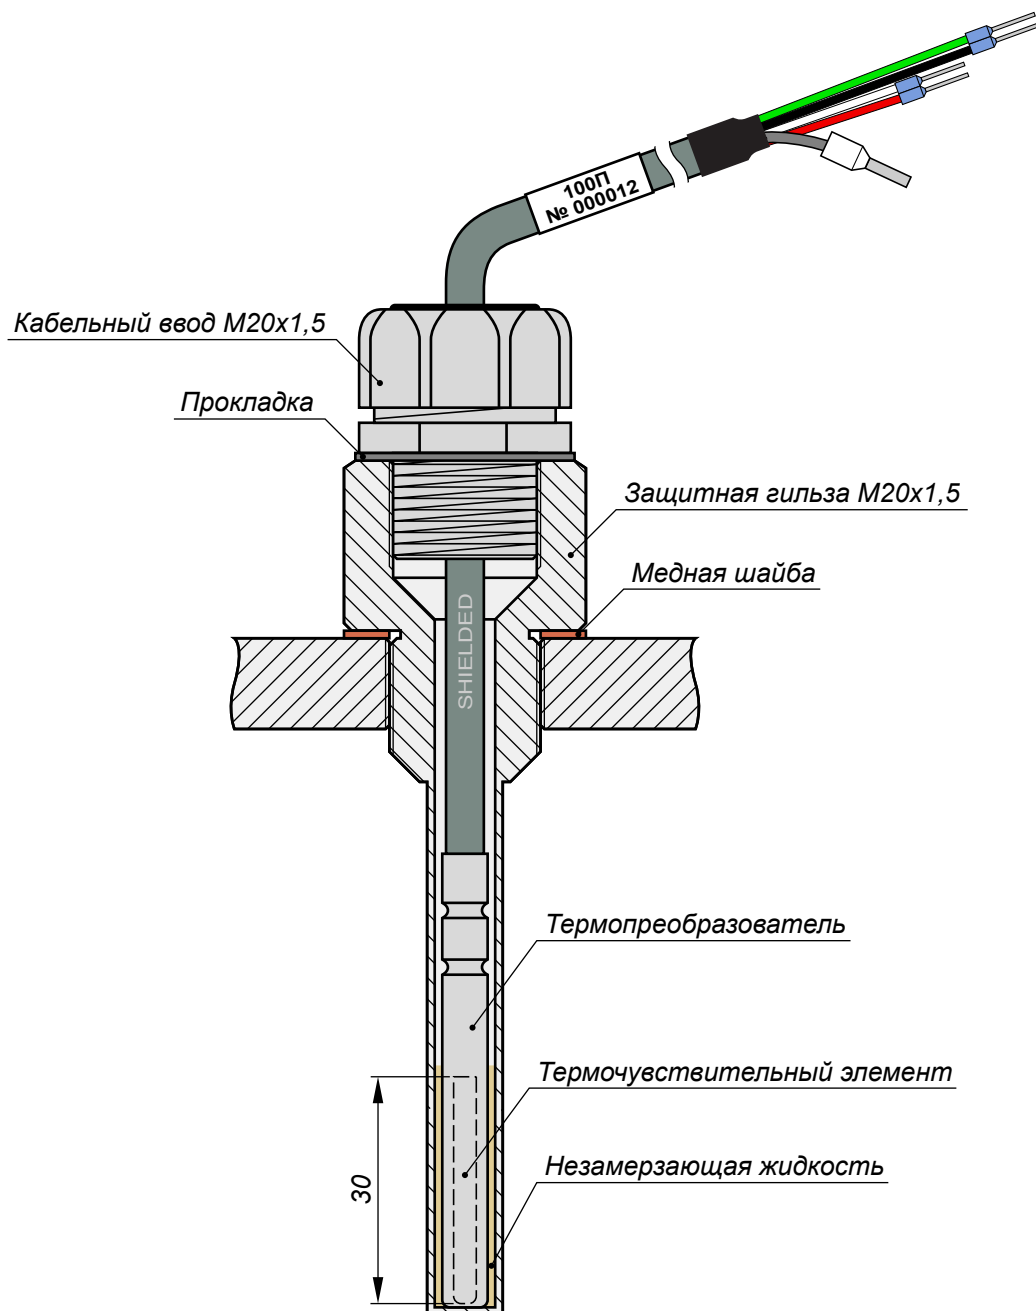

Рисунок 8 Монтаж термopреобразователя
2.3.3 Монтаж термopреобразователя на счётчике газа или трубопроводе выполняется в защитной гильзе, определённой в соответствии с правилами учёта газа длины и внутренним диаметром от 6,5 мм с внутренней резьбой на фланце  $M20 \times 1,5$  (рис. 8). На гильзу устанавливается кабельный ввод с резьбой  $M20 \times 1,5$  из комплекта поставки корректора; резьбовое соединение кабельного ввода и гильзы должно быть уплотнено прокладкой.
Термopреобразователь через кабельный ввод погружается в защитную гильзу до упора и кабельный ввод затягивается (рис. 8). При затягивании кабельного ввода следует обеспечивать рукой усилие на кабель, прижимающее термopреобразователь ко дну защитной гильзы.